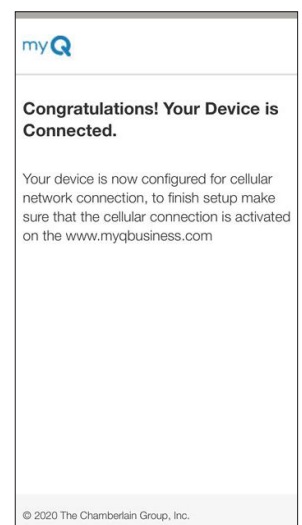

Figura 5
7. Cuando se conecta correctamente, un mensaje de felicitación indica que su dispositivo está conectado. El LED junto al LED azul de alimentación estará fijo en la carcasa del CAPAC. Siga las instrucciones para solucionar problemas si es necesario. (Vea la Figura 5)